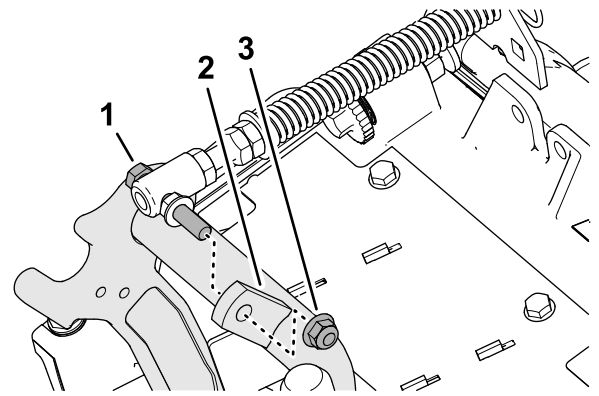

Figura 19
3. Retire la contratuerca con arandela prensada ($\frac{3}{8}$ ") que fija el tornillo del muelle de compensación del césped a la pestaña derecha del bastidor de tiro, y retire el muelle de compensación de la unidad de corte (Figura 19).